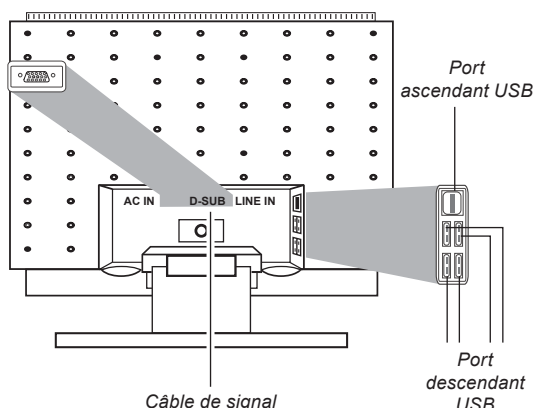

Figure 2. Raccordement du moniteur au PC
2. Connectez le câble d'interface à 15 broches au moniteur et au PC (voir figure 2).
Le moniteur est doté de cinq ports USB : un en amont et quatre en aval (voir la figure 2).